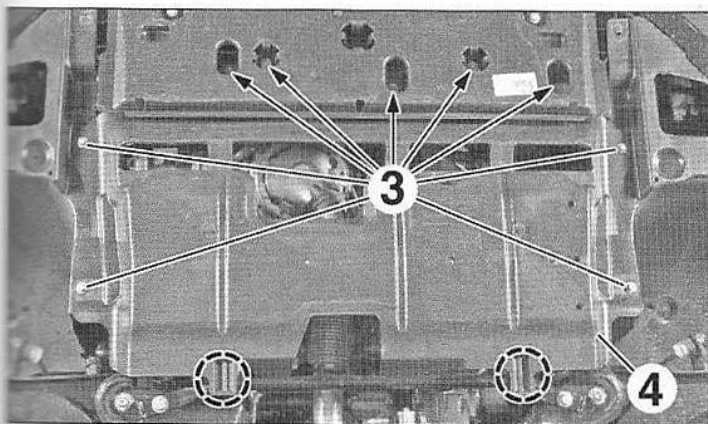
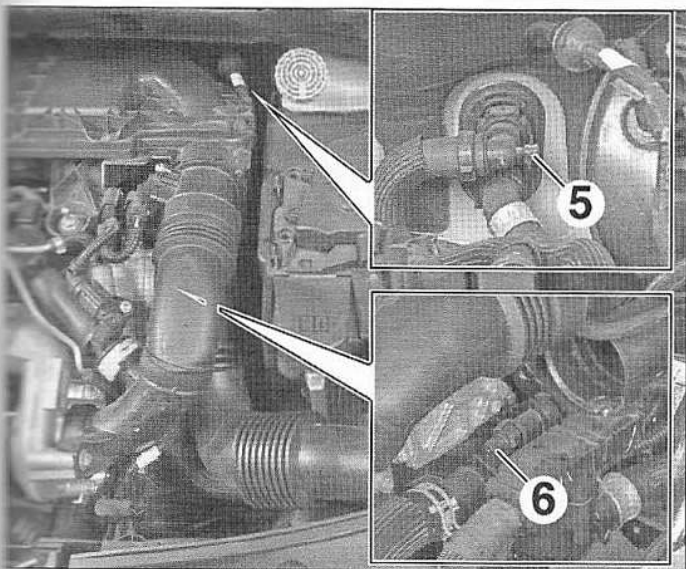

FIG.26
FIG.27
- Selon équipement, déposer les vis (3) (Fig.26).
- Dégrafer et déposer la protection sous moteur (4).
- Ouvrir les vis de purge (5) situées sur la durit de chauffage et (6) sur le boîtier thermostatique (Fig.27).